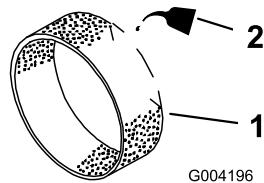

Figura 19
3. Coloque 30 ou 60 ml de óleo no filtro prévio (Figura 19).